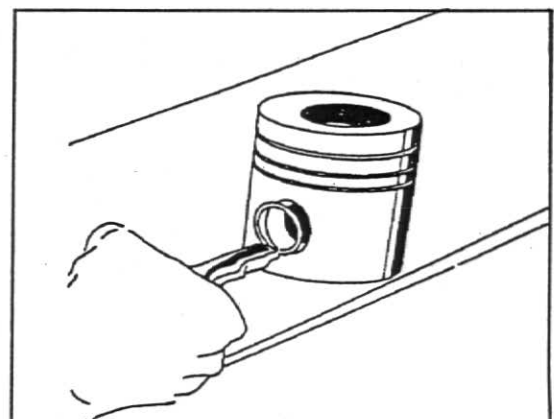

Fig. 2
2. Remova os anéis trava e retire o pino do êmbolo manualmente. Se houver dificuldade na remoção do pino, aqueça o êmbolo em água ou óleo até a temperatura de 80°C, fig.2.